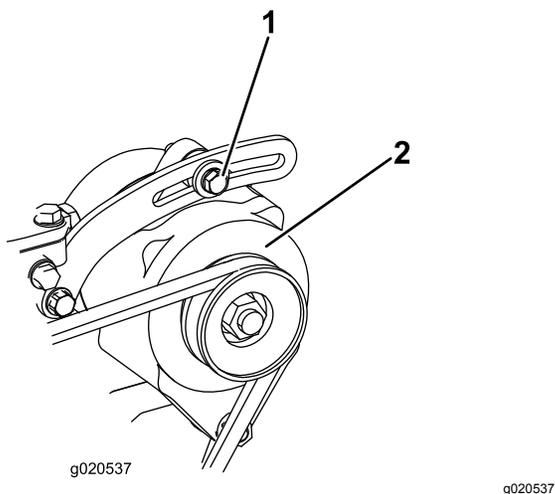

Figura 97
1. Se l'inflessione non è di 10 mm, allentate i bulloni di fissaggio dell'alternatore (Figura 97).